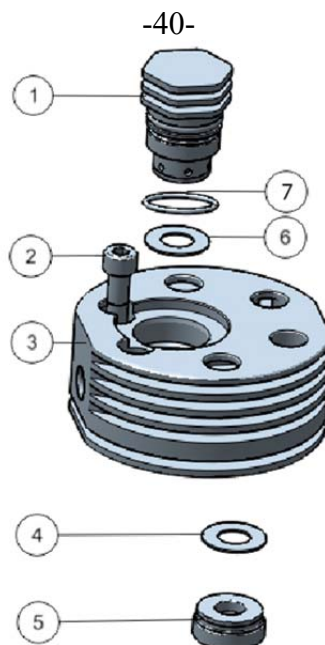

Рисунок 35— Головка клапанов 2-й ступени
- открутить на головке 3 гайки трубки охлаждения 2-й ступени, чтобы отсоединить трубку охлаждения (рисунок 35);